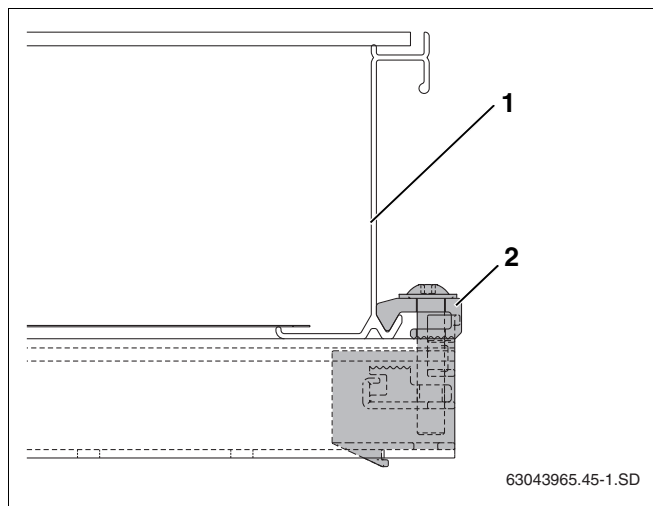

Fig. 43 Tendeur unilatéral vissé
- Glisser le capteur (fig. 43, **pos. 1**) avec précaution dans le tendeur unilatéral et le positionner horizontalement.
- Visser le tendeur unilatéral avec la clé plate SW5 (fig. 43, **pos. 2**).
Le serre-flanc du tendeur (fig. 43, **pos. 2**) s'insère maintenant dans le bord inférieur du capteur.